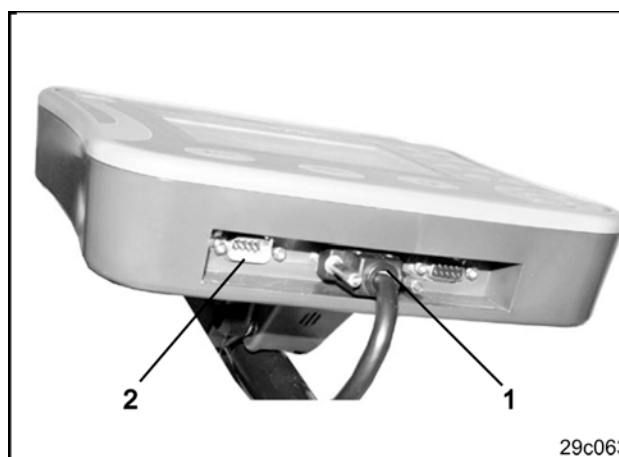

Fig. 4
- Branchez le connecteur du câble de liaison (Fig. 3/5) dans la douille Sub-D centrale 9 pôles (Fig. 4/1).
- L'interface série (Fig. 4/2) permet de brancher un terminal GPS compatible.